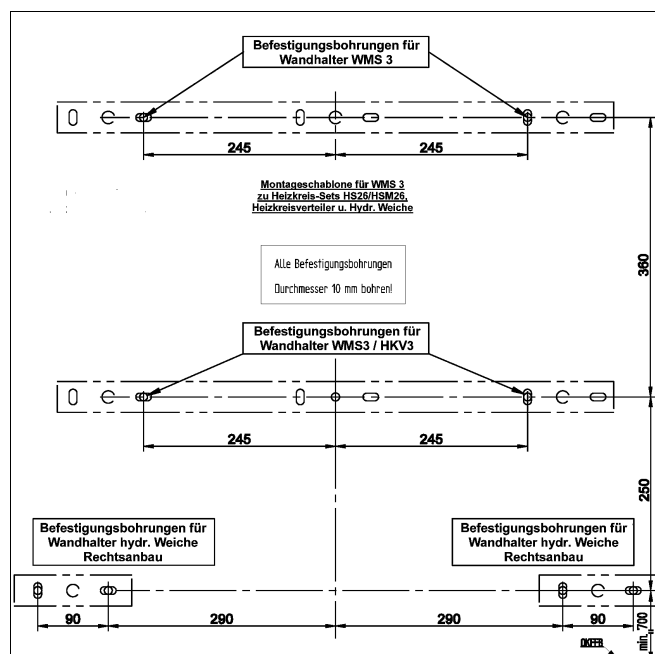

Abb. 5 Befestigungspunkte
Montageschablone (Abb. 5)
- Die Befestigungspunkte für die Wandhalter sind entsprechend der beiliegenden Montageschablone (Abb. 5) anzuzeichnen und zu bohren.